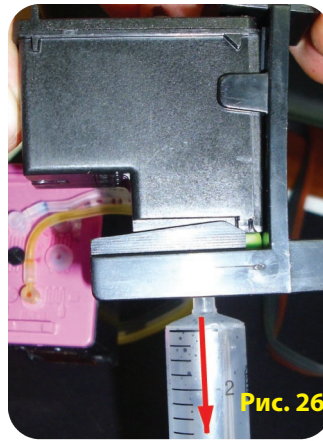

Рис. 26
5.5. Вставьте в держатель для картриджа втулку для черного или для цветного картриджа, убедитесь в наличии сквозного отверстия внутри втулки. Вставьте картриджи поочередно в держатель для картриджа, заменив соответствующие втулки, и прокачайте систему, выдвигая поршень шприца (Рис. 26). После прокачки в шлейфе не должно остаться воздуха. Нельзя быстро извлекать картридж из держателя подождите пока не уравнивается давление, иначе в цветном картридже может произойти смешивание цветов в печатающей головке. В процессе прокачки постарайтесь держать картриджи на одном уровне с емкостями.